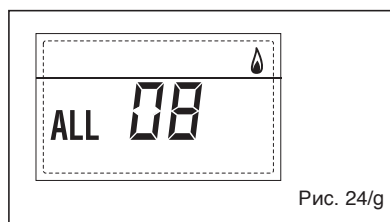

Рис. 24/г
– НЕПОЛАДКА ДОПОЛНИТЕЛЬНОГО ДАТЧИКА “ALL 10” (рис. 24/и)